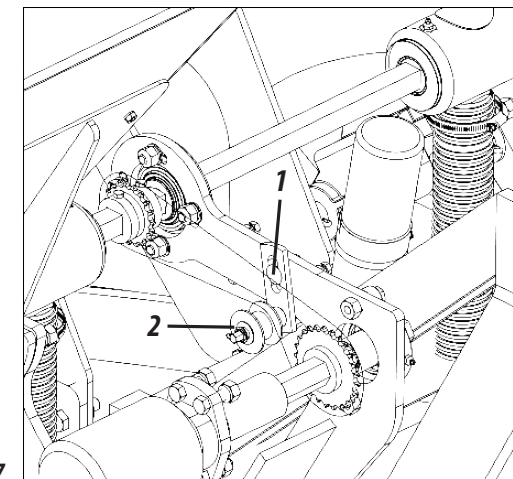

Figura 17
TENSIÓN DE LAS CADENAS (FIGURA 17)
- 1- Suelte el tornillo (1), deslice el estirador (2) hasta la tensión necesaria. Luego, reajuste la tuerca, conforme muestra la figura 17.